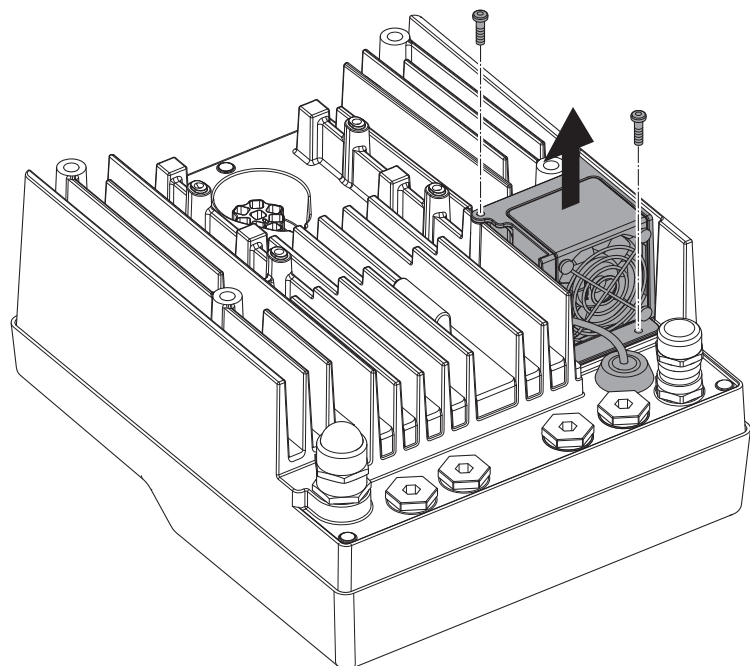

Fig. 47: Demontáž ventilátoru modulu
- Povolte šrouby ventilátoru modulu (Fig. 47).